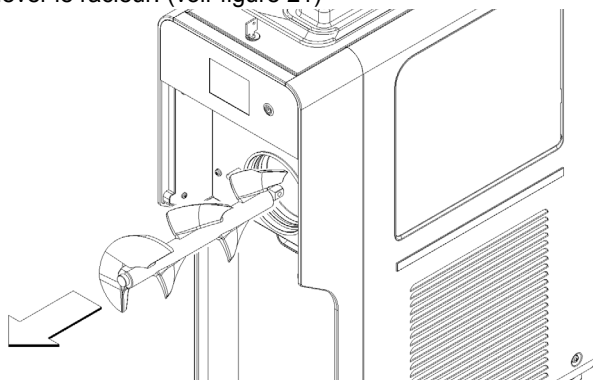

figure 21
- 7 Enlever le racleur. (voir figure 21)